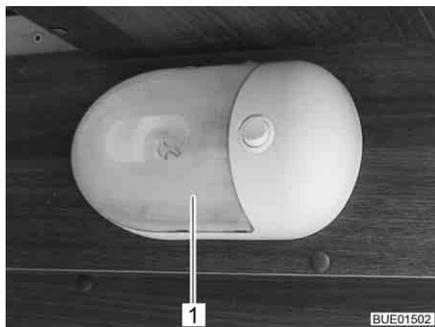

Fig. 225 Lampada a parete
- Comprimere leggermente sui due lati la copertura trasparente (Fig. 225,1), staccarla appena dall'interruttore e tirarla in avanti.